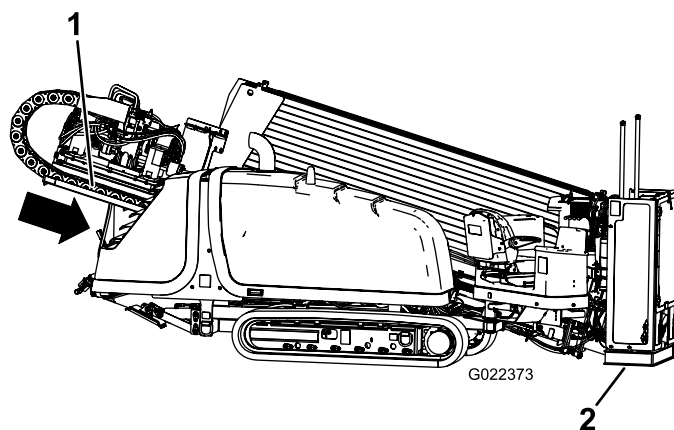

Figure 44
4. Abaissez le cadre de poussée en inclinant le cadre de la foreuse jusqu'à ce que la plaque touche le sol (Figure 44).